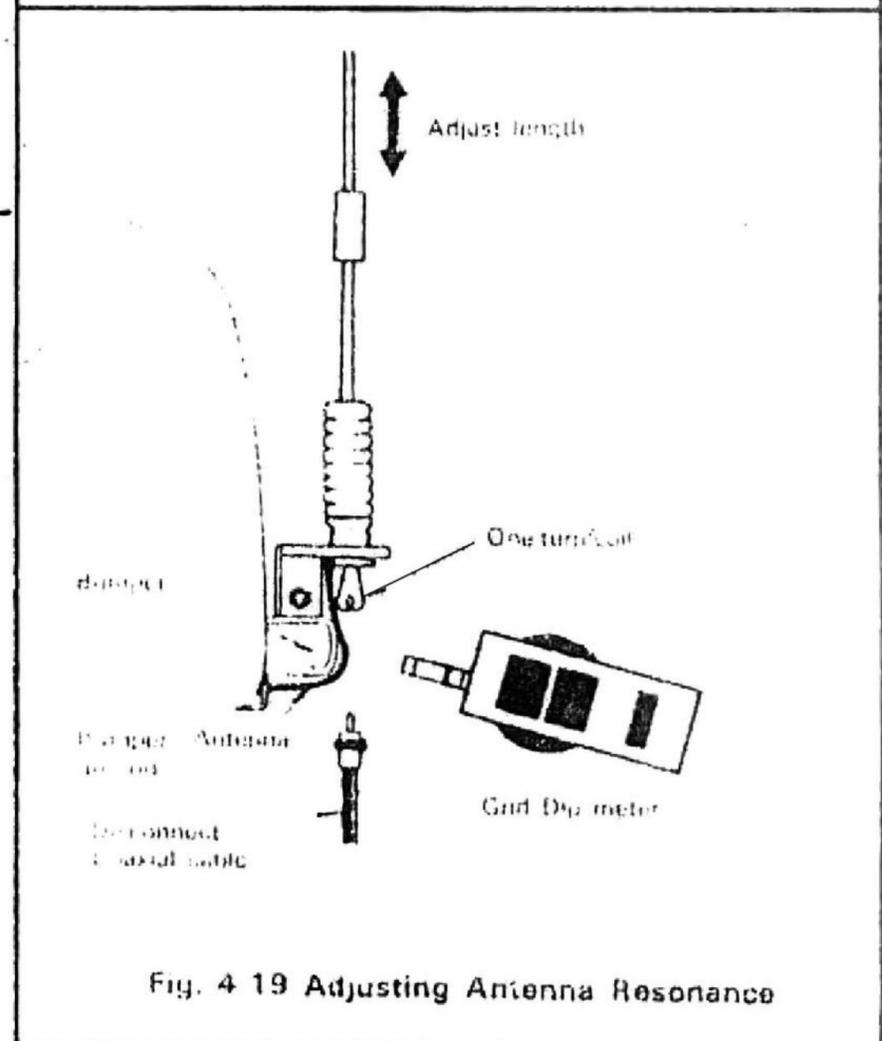

Fig. 4-19 Adjusting Antenna Resonance
(I) COME INSTALLARE L'ANTENNA: le antenne per HF sono più grandi, sono soggette a maggiore spinta di vento e sono più pesanti della antenne per VHF. In generale, si raccomanda un montaggio sul paraurti. Il montaggio deve essere perfettamente messo a massa sulla carrozzeria, dato che essa ha funzione di piano di terra per l'antenna mobile. (Vedi Fig. 4-19)
(3) MESSA A PUNTO DELL'ANTENNA (Fig. 4-19)
L'antenna deve essere inizialmente messa a punto con l'uso di un grid-dip; l'adattamento di impedenza deve essere controllato con un misuratore di SWR. (Vedi Fig. 4-19).